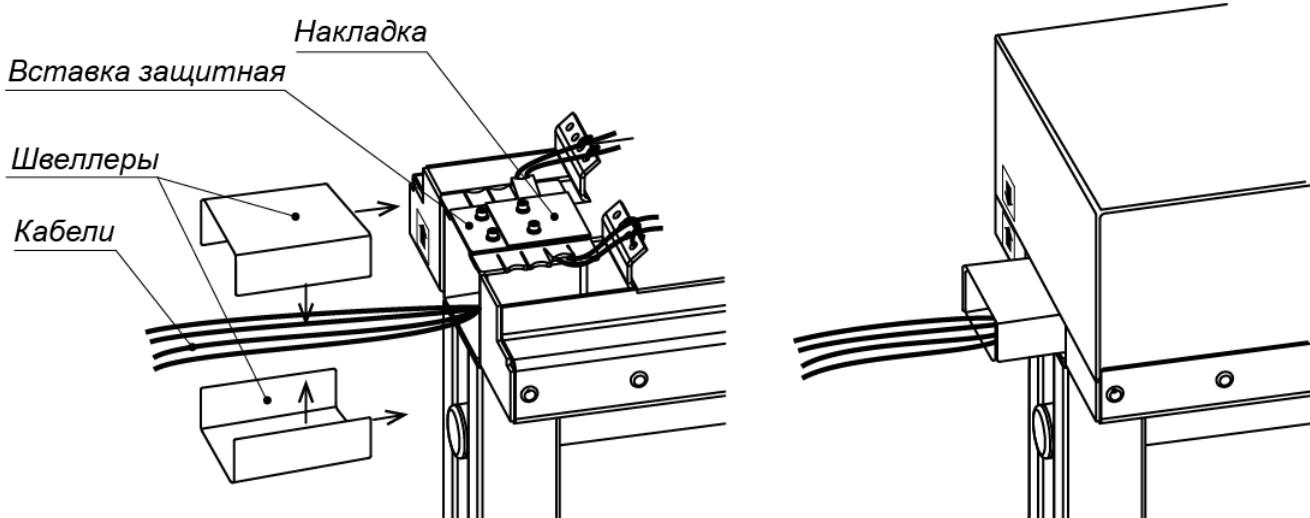

Рисунок 21. Прокладка кабелей между двумя турникетами
22. Для верхней прокладки кабелей между двумя турникетами, стоящими вплотную друг к другу, используются швеллеры из комплекта поставки (см. рис. 21). При установке швеллеров предварительно нужно снять вставки защитные. Швеллер большего размера должен быть сверху.